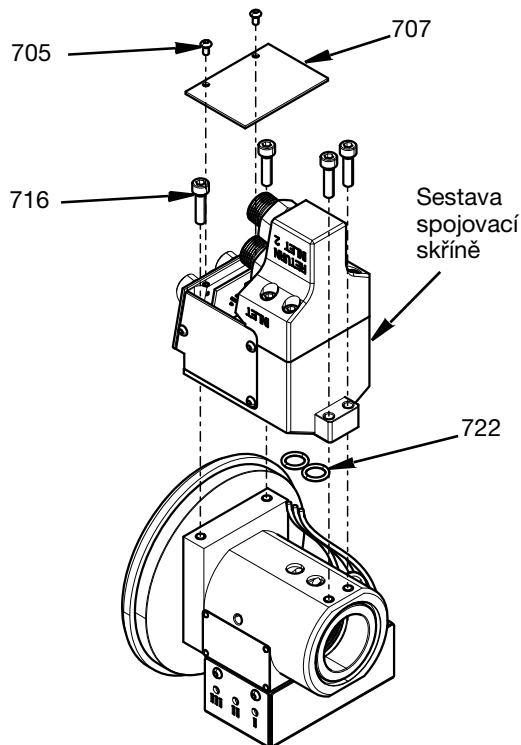

FIG. 24
4. Sestava spojovací skříně je připevněna k tělesu otočného čepu čtyřmi šrouby M5 (716). Dotáhněte na moment 57,5 in-lbs (6,5 N•m). Krycí deska (707) je poté připevněna dvěma šrouby M3 (705). Dotáhněte na moment 12 in-lbs (1,35 N•m). Před montáží je nutné již použité o-kroužky (722) nahradit novými. Viz FIG. 24